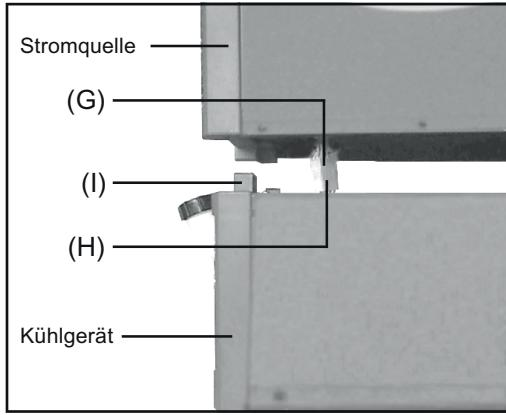

Abb.12 Steckverbindung herstellen
- [19]** Verbindungsstecker (H) der Stromquelle so weit wie möglich durch die Öffnung an der Unterseite ziehen (Abb.12)
- [20]** Steckverbindung (G) zwischen Stromquelle und Kühlgerät wiederherstellen (Abb.12)
- [21]** Stromquelle vorsichtig auf das Kühlgerät aufsetzen (Abb.12)
- [22]** Stromquelle mit jeweils zwei Inbus-schrauben vorne und hinten am Kühlgerät befestigen (Abb.12)